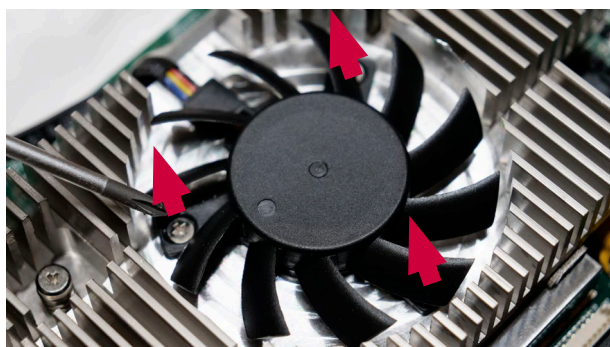

図29 ファンからネジを取り外す
b) ファンを所定の位置に固定している3本のネジを緩めます(図29)
f) ファンを所定の位置に固定する3本のネジ(最大トルク0.3 Nm)を挿入して締めます(図29を参照)